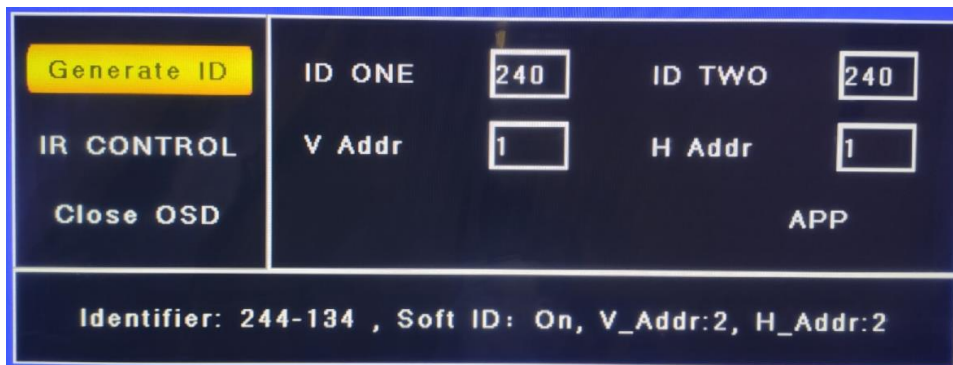

Рис. 7 Меню настройки идентификатора и местоположения ЖК панели
- 2) Подключите ИК-приемник к последней панели (№9) в составе видеостены. Направляя комплектный пульт ДУ на ИК приемник, нажмите кнопку 0 (ID) для вызова меню настройки (рис. 7);